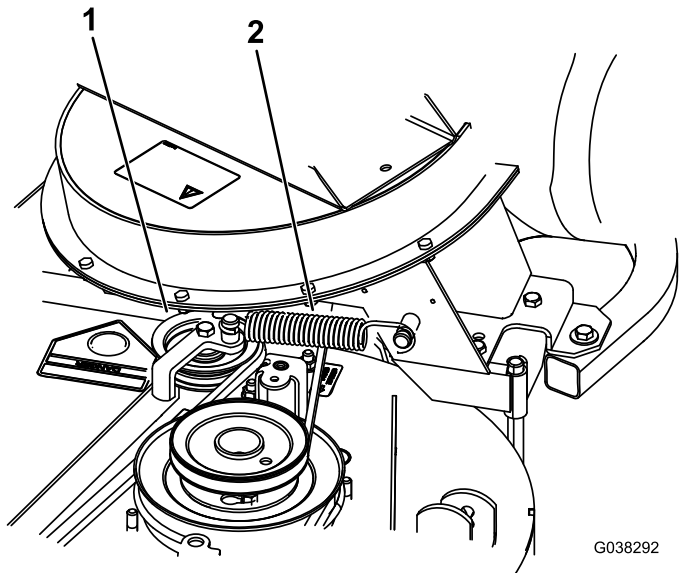

図 59
7. スプリングを 図 59 のように取り付ける。
8. スプリング付きのアイドルプーリにベルトを取り付ける 図 59。